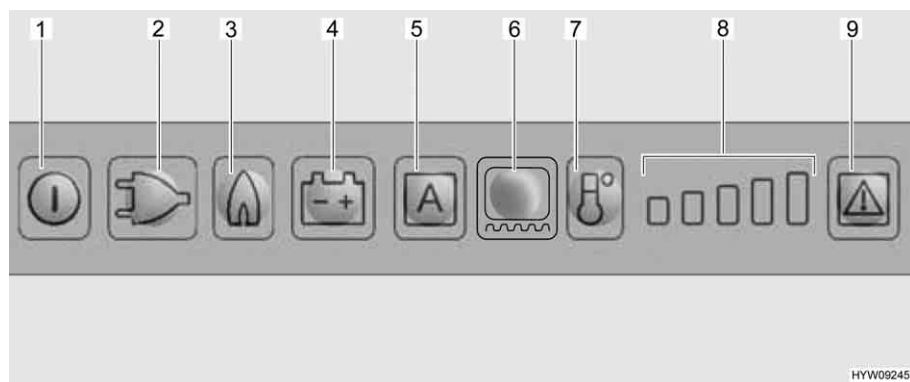

Fig. 225 Quadro comandi LED (frigorifero Dometic)
Selezionando il funzionamento a gas, il dispositivo di sicurezza si apre automaticamente, così che il gas possa fluire al bruciatore. Contemporaneamente si inserisce l'accenditore elettronico. Se la fiamma del gas si spegne, ad es. a causa di un colpo di vento, l'accenditore viene subito azionato riaccendendo il gas. In caso di guasto del funzionamento a gas, i tasti luminosi relativi a gas (Fig. 225,3) e guasto (Fig. 225,9) lampeggiano e viene emesso un segnale acustico per 20 secondi.
- Premere il tasto On/Off (Fig. 225,1) per circa 2 secondi. Il frigorifero si accende e viene visualizzato l'ultima modalità di funzionamento selezionata.
- Premere il tasto luminoso per il tipo di funzionamento desiderato (Fig. 225,2 - 4) o la modalità automatica "AES" (Fig. 225,5) (solo per versione AES).
- Regolare la temperatura di refrigerazione con il tasto di del livello di refrigerazione (Fig. 225,7). L'indicazione del livello di refrigerazione (Fig. 225,8) mostra la regolazione sul termostato.
- Premere il tasto On/Off (Fig. 225,1) per circa 2 secondi.
Dopo l'accensione il frigorifero seleziona automaticamente la regolazione intermedia del termostato. Questa regolazione può essere modificata manualmente tramite il tasto del livello di refrigerazione (Fig. 225,7). Ci vogliono alcune ore prima che il frigorifero raggiunga la temperatura normale di esercizio. Quando si commuta a un'altra modalità di funzionamento, la regolazione sul termostato viene mantenuta.
- Accendere il riscaldamento del telaio per 2 ore: Premere una volta il tasto luminoso per il riscaldamento del telaio (Fig. 225,6). Sull'indicazione del livello di refrigerazione (Fig. 225,8) si accende una barra.
- Accendere il riscaldamento del telaio per 5 ore: Premere due volte il tasto luminoso per il riscaldamento del telaio (Fig. 225,6). Sull'indicazione del livello di refrigerazione (Fig. 225,8) si accendono due barre.
- Regolazione del riscaldamento del telaio ad esercizio continuo: Premere tre volte il tasto luminoso per il riscaldamento del telaio (Fig. 225,6). Sull'indicazione del livello di refrigerazione (Fig. 225,8) si accendono tre barre.
L'indicazione del livello di refrigerazione (Fig. 225,8) indica per alcuni secondi la durata di esercizio del riscaldamento del telaio.
In caso di guasto, il tasto luminoso Guasto (Fig. 225,9) lampeggia. Lampeggia inoltre uno dei tasti luminosi della modalità di funzionamento o l'indicazione del livello di refrigerazione. Viene emesso anche un segnale acustico. Per le note sulla visualizzazione degli errori e la loro eliminazione, vedi capitolo 14.
- ▷ Dopo aver eliminato un guasto del funzionamento a gas, premere il tasto luminoso Reset (Fig. 225,9).